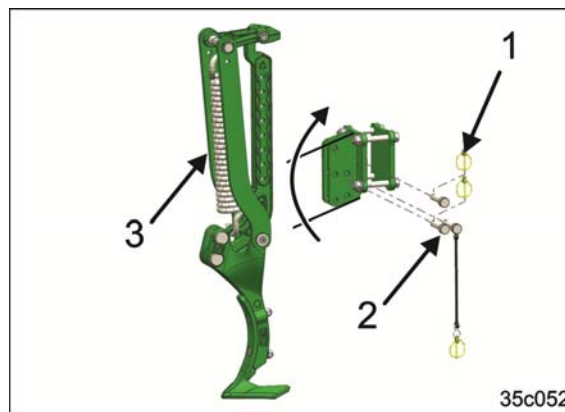

Fig. 126
1. Fjern alle låsesplintene (Fig. 126/1).
3. Fjern alle festeboltene (Fig. 126/2).